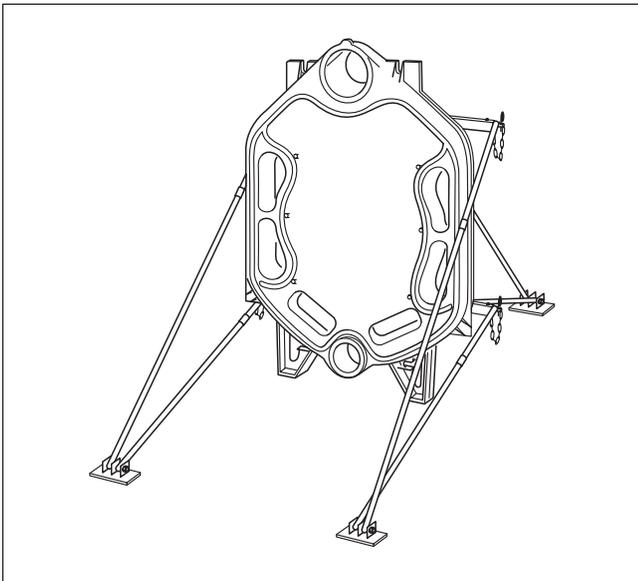

Bild 7 Hinterglied mit montiertem Montage-Set
- ▶ Die Kesselglieder mit der Montagehilfe (Zubehör) gegen Umkippen sichern. Zu erst das Hinterglied fest an der Montagehilfe verschrauben (→ Bild 7).
- ▶ Hinterglied aufstellen und mit der Montagehilfe gegen Umkippen sichern (→ siehe Bild 7 und separate Anleitung zur Montagehilfe).